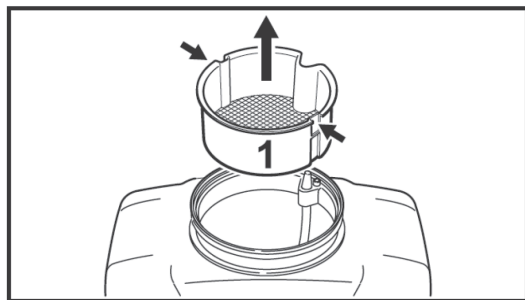

Рис.32
- Выньте сетчатый фильтр из бака для химикатов, вставив подходящий инструмент (например, отвертку) в два углубления и потянув фильтр вверх (рис. 32).